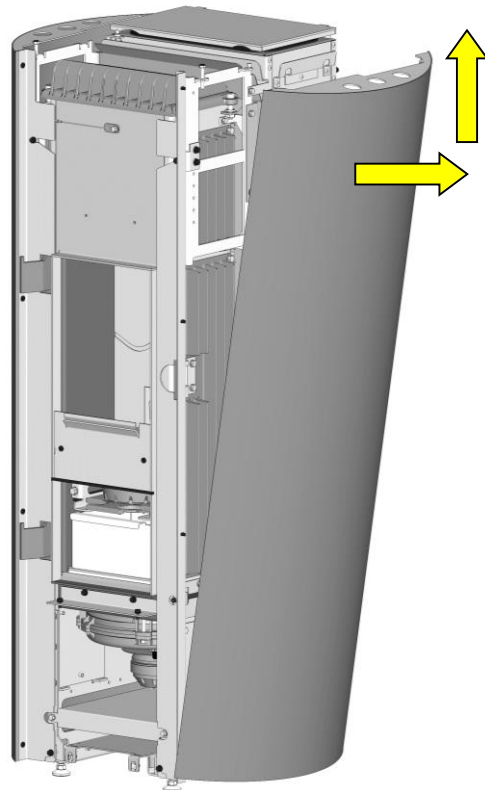

Abb. 19: Seitenverkleidung demontieren
5. Nun können die Seitenverkleidungen entfernt werden. Dazu die Verkleidung im oberen Bereich nach außen kippen und dann nach oben entfernen (Abb. 19).